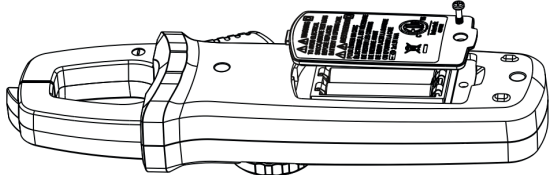

Рисунок 7
2. Замена батареек (рисунок 7)